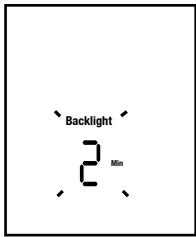

Figure 13
- After accepting the 5/2 or 7 mode, the backlight setting icon flashes - the Backlight can be set to be on continuously (in which case "On" is displayed and flashing) or on for two minutes after the last button was pushed (in which case "2" and "Min" are displayed and flashing). See Figure 13. The Backlight time is preset at the factory to be on 2 min. Press the Up or Down button to select "On" or to select "2". Press the Next/Save button once to accept the Backlight Time and exit and save all settings.
- Après acceptation du mode 5/2 ou 7 mode, l'icône de réglage du rétroéclairage clignote; le rétroéclairage peut être réglé pour être continuellement actif (dans ce cas, « On » s'affiche et clignote) ou actif pendant deux minutes après la dernière pression sur un bouton (dans ce cas « 2 » et « Min » s'affichent et clignotent). Voir la figure 13. La temporisation du rétroéclairage est prédéfinie en usine à 2 minutes. Appuyer sur le bouton Haut ou Bas pour sélectionner « On » ou pour sélectionner « 2 ». Appuyer sur le bouton Next/Save pour accepter la durée du rétroéclairage, quitter et enregistrer tous les réglages.